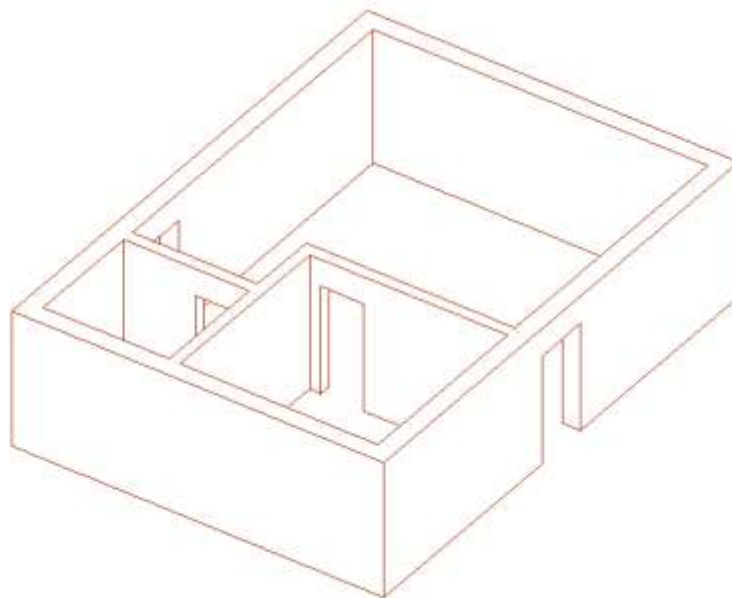

Рис. 13
7. В КС напишите *Скрыть - Enter*. Скрытые линии удалены, вы видите сплошные стены (Рис. 13). Дверные проемы вырезаны.